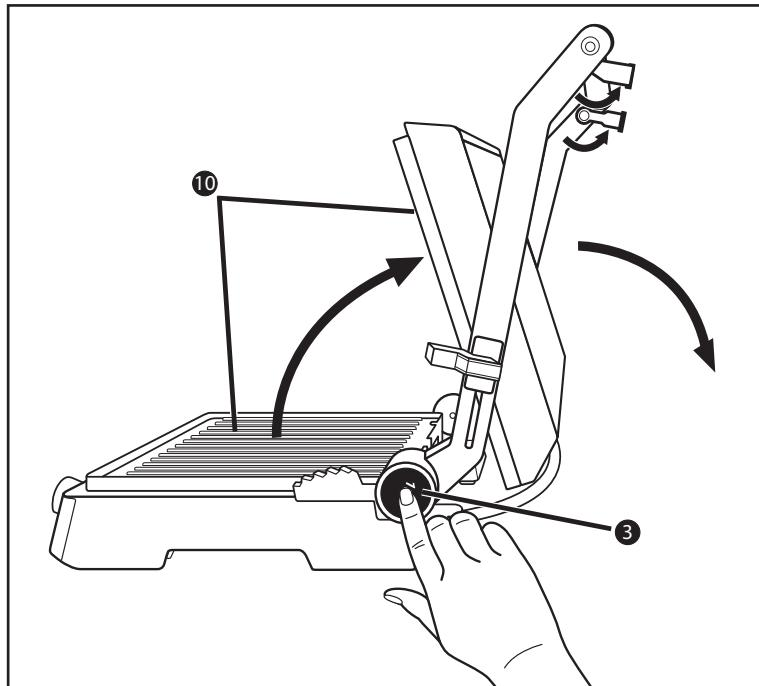

Abb.1
- 1) Klappen Sie die beiden Stützfüße **1** aus (Abb.1).
- 2) Drücken Sie die Entriegelungstaste  $180^\circ$  **3** (Abb.1) und öffnen Sie den Gerätedeckel so weit, dass beide Heizplatten **10** als Tischgrill benutzt werden können.